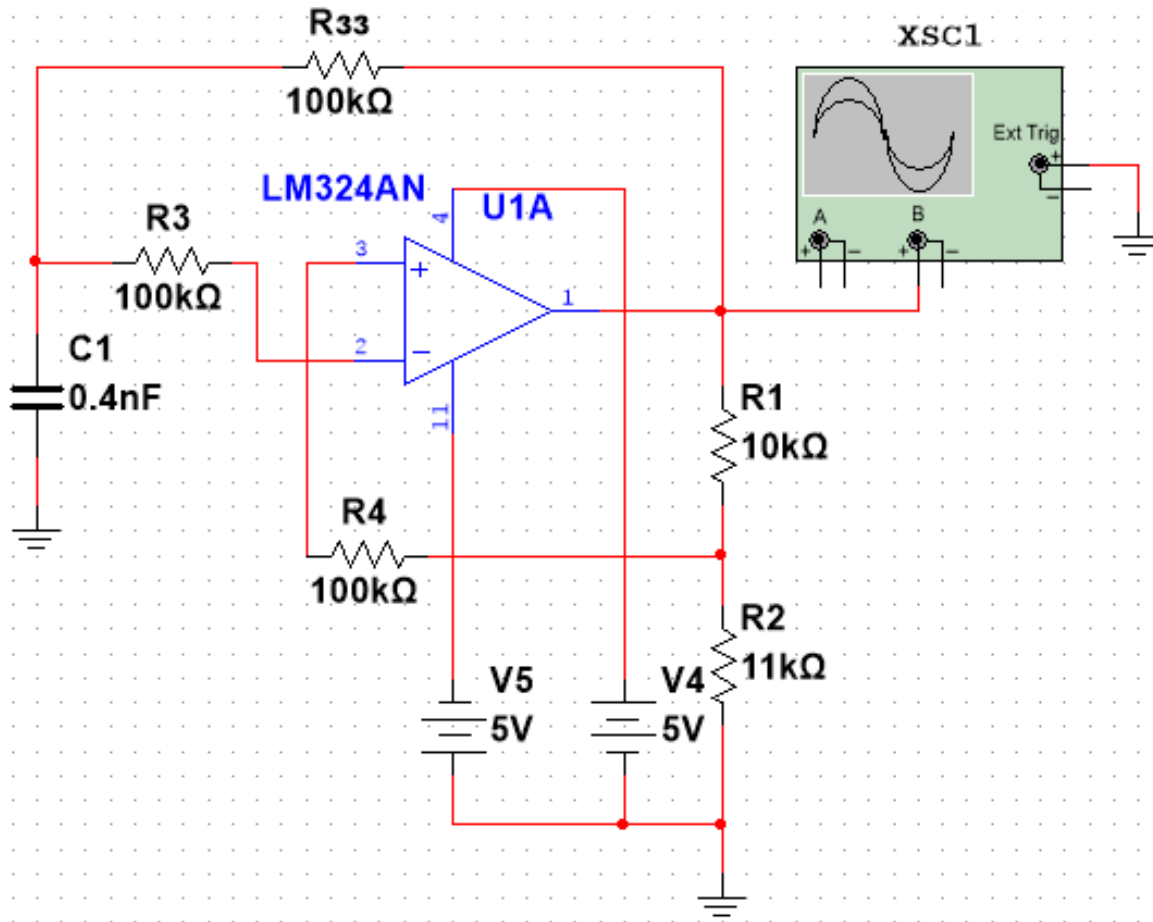

Рисунок 14.4
4.1 Зберіть схему генератора сигналів прямокутної форми на основі тригера Шмітта (рис. 14.4) з реальними ОП.